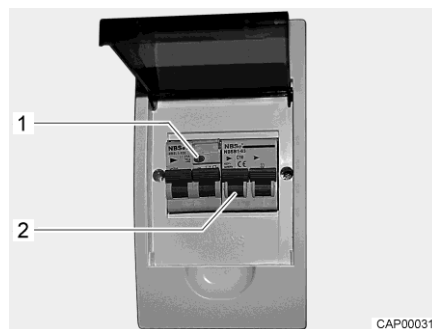

Fig. 76 Scatola dei fusibili a 230 V con interruttore di sicurezza e interruttore automatico FI
Un interruttore di sicurezza per correnti di guasto (interruttore automatico FI) nella scatola dei fusibili protegge l'intero veicolo da correnti di guasto (0,03 A). La rete di bordo a 230 V è protetta da un interruttore di sicurezza collegato in serie (10 A) (Fig. 76,2).
- Se il veicolo è collegato all'alimentazione a 230 V, premere il tasto di controllo (Fig. 76,1). L'interruttore di sicurezza per correnti di guasto deve scattare.